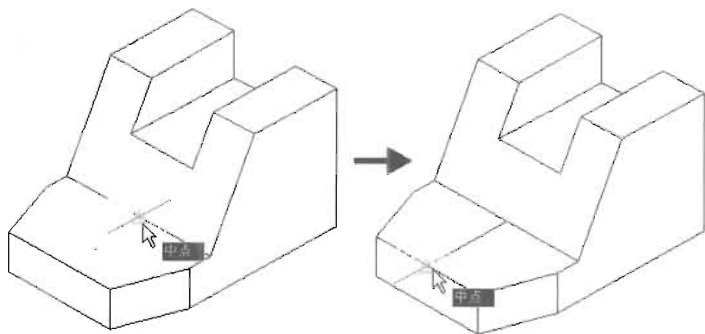

图 11-43
(1) 使用“直线”命令绘制一条如图 11-43 所示的辅助线。